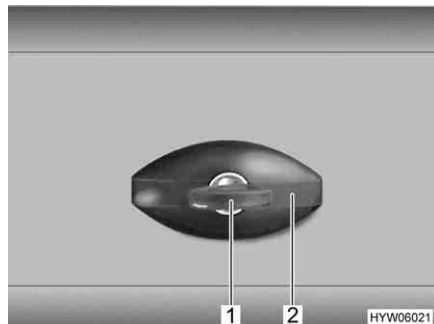

Fig. 33 Serratura dello sportello, ellittico, chiuso
- Inserire la chiave nel cilindro della serratura (Fig. 33,1) e ruotare in senso antiorario di un quarto di giro. La maniglia della serratura (Fig. 33,2) scatta all'infuori.